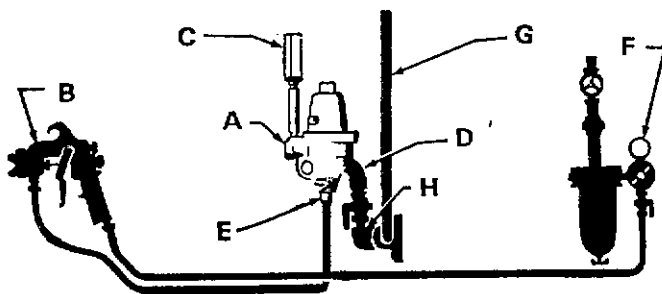

Fig 1
Anslut en färgslang till regulatorutloppet (E) och sprutpistolen. Anslut en luftslang till sprutpistolen och luftregulatorn (F). Se fig 1.
När regulatören används i en matarledning för cirkulation behövs ett extra uttag med avstängningsventil (H). Se fig 1. Ett uttag (H) och luftregulator (F) erfordras för varje sprutpistol.